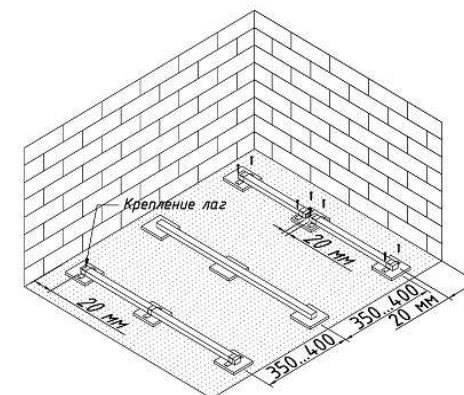

Рис.3 Укладка лаг
1. При укладке монтажных лаг на подготовленное основание, используйте резиновые подкладки под лаги толщиной от 20 мм для отвода воды. Рис. 3
4. Поперечное расстояние между лагами для укладки террасной доски должно составлять не более 350-400мм (размер по осям). Рис. 3. При укладке доски по диагонали расстояние не больше 250 мм (по осям).
6. Обеспечьте технологический зазор между лагой и примыкающей (стеной) поверхностью не менее 20мм. При продольной стыковке лаг всегда оставляйте зазор между ними не менее 20мм. Рис. 3